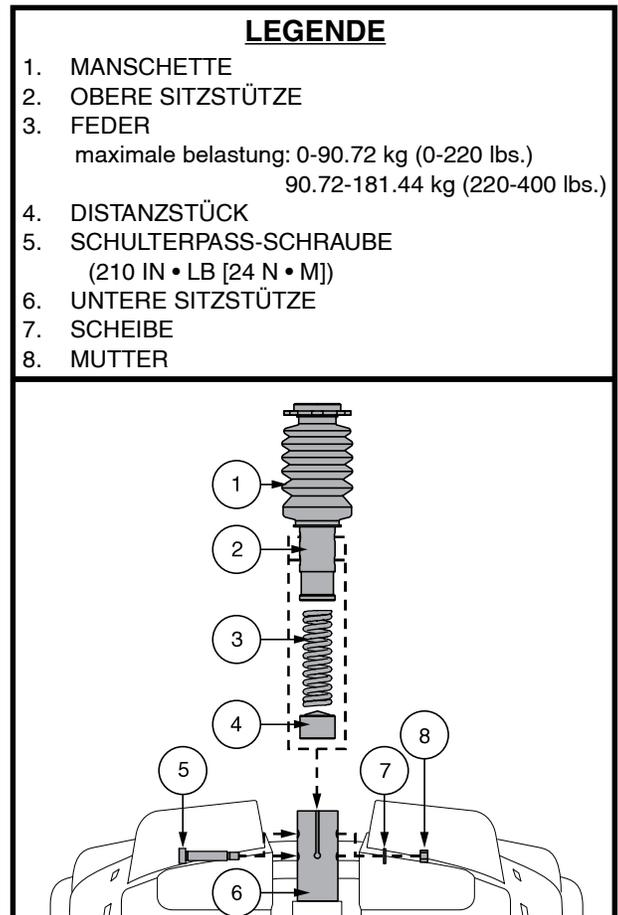

Abb. 20. Einstellung der Sitzhöhe - Gefederten komfort-sitzstütze
4. Drücken Sie die Sitzstütze nach unten, während Sie die Schulterpassschraube, die Unterlegscheibe und die Mutter lösen und entfernen. **Siehe Abb. 20.**
6. Bringen Sie die gewünschte Komfortfeder an. **Siehe Abb. 20.**